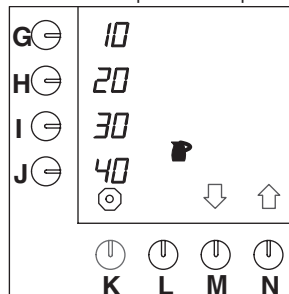

Abb. 27 Ändern der vorprogrammierten Wahl Tasten für Kannen
- Drücken Sie auf die Wahl Taste (N.) $\uparrow$, bis Abb.27 im Display erscheint.